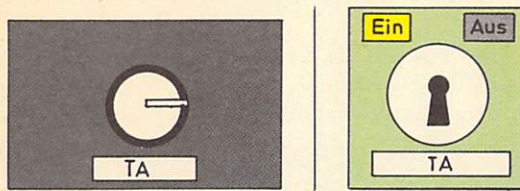

Bild 8
(6) Mit dem Tastenabschalter (vgl. Bild 8) können die Bedienungseinrichtungen des Stelltisches unwirksam geschaltet werden. Die Ausleuchtung des Stelltisches wird nicht beeinflusst.